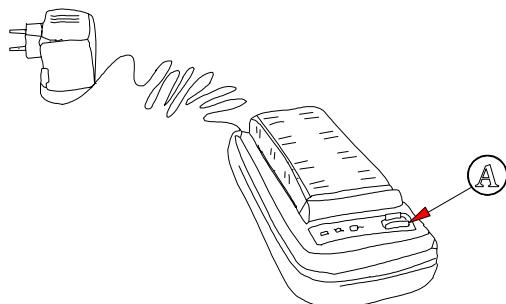

Figura 1.- Cargador de batería CB-410B y adaptador de red
- 2) **Conviene descargar la batería, antes de realizar el proceso de carga**, para eliminar posibles cargas residuales. Para ello, pulsar el botón A situado en la parte derecha (ver figura 1). Entonces una pequeña luz amarilla se enciende y comienza la descarga. Cuando el proceso de descarga llega a su fin, el cargador comienza el proceso de carga automáticamente.